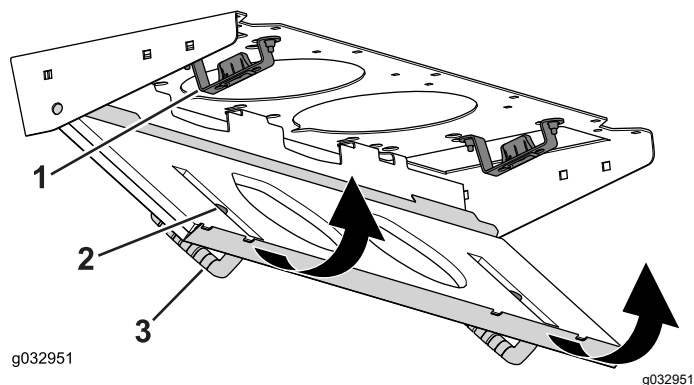

Bild 83
4. Drehen Sie den Filterschirm um die Laschen, bis der Riegel in die Riegelhalterung (Bild 83) einrastet.